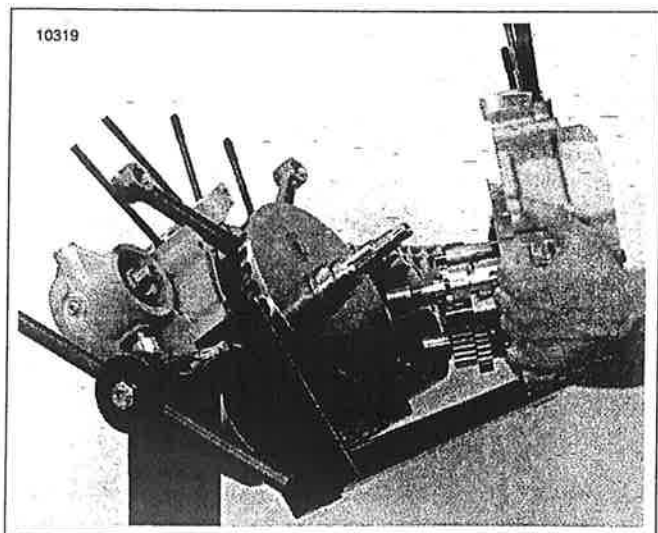

Figura 6-33. Separación de las mitades del cárter
13. Vea la Figura 6-33. Separe las mitades del cárter.